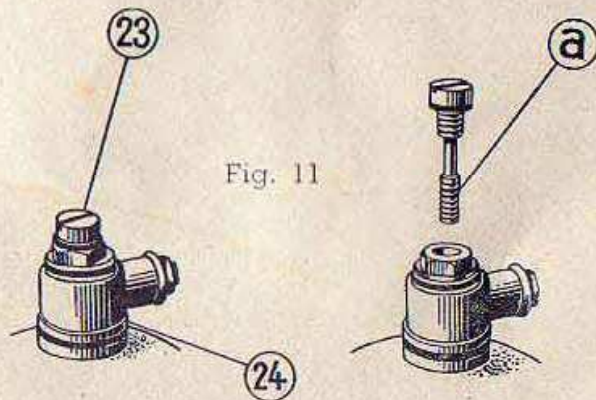

Fig. 11
Quand la tuyauterie flexible du carburant est montée, il faut expulser l'air qui se trouve dans le raccord 24 (Fig. 11) de la manière indiquée page 22, paragraphe 4.
La vis 23 (Fig. 11) de réglage du débit d'essence a pour fonction d'éviter que la cuve à niveau constant du carburateur soit noyée, ce qui pourrait se produire sur de très mauvaises routes. L'essence, pour arriver au carburateur, doit cheminer le long de l'extrémité (a) de la vis, et l'arrivée d'essence s'en trouve ainsi freinée.
En outre cette petite pompe peut fournir 2 indications de mauvais fonctionnement : si, lorsqu'on appuie, on éprouve une résistance moindre qu'à l'ordinaire, c'est qu'il n'y a pas d'essence dans la cuve (soit qu'il n'y ait plus de carburant dans le réservoir, ou que le robinet soit fermé, ou bien que les filtres ou le tube d'arrivée d'essence soient obstrués, ou encore que la vis 23 (Fig. 11) soit sale). Si, par contre, on éprouve une résistance plus forte qu'à l'ordinaire, c'est que le gicleur est bouché. Souvent un coup de pompe suffit pour libérer le trou calibré du gicleur de l'impureté qui l'obstrue, sans être obligé de le démonter.
- 4) La vis de réglage du débit d'essence 23 est sale (Fig. 11). (Cela peut se Fermer le robinet d'essence, démonter la vis 23, et en nettoyer soigneusement l'extrémité a) ; la remettre dans son logement sans la visser. A ce moment,